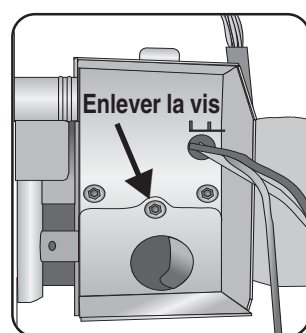

Figure 15
- 2 Retirer la plaque de réducteur de tension en enlevant la vis à l'arrière de la boîte de jonction, comme à la **figure 15** et en faisant glisser la plaque vers l'extérieur.